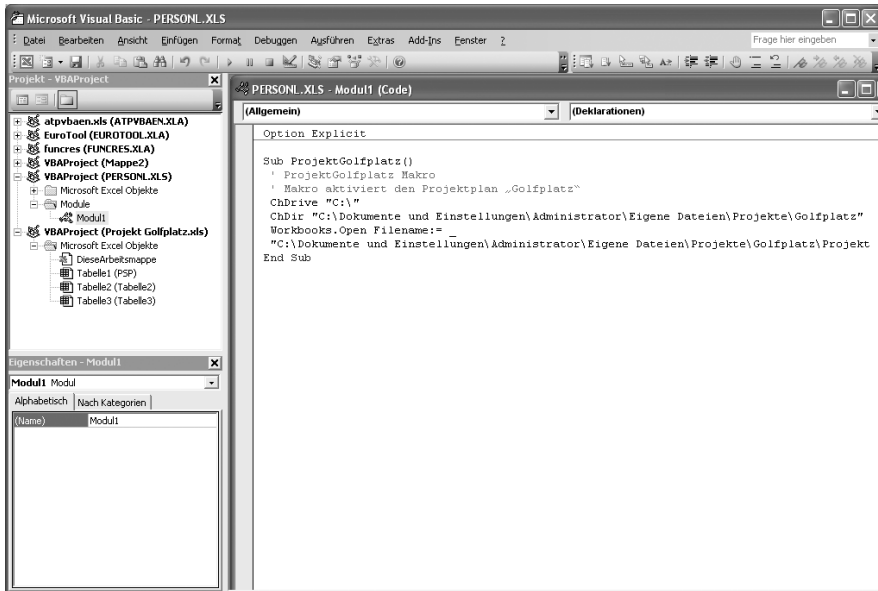

Abbildung 5.27 Das Projektstart-Makro in der persönlichen Arbeitsmappe
- ❹ Öffnen Sie mit DATEI/ÖFFNEN die Arbeitsmappe *Projekt Golfplatz.xls*.
- ❺ Klicken Sie auf das Symbol *Aufzeichnung beenden* oder wählen Sie EXTRAS/MAKRO/AUFZEICHNUNG BEENDEN.
- ❻ Drücken Sie **[Alt] + [F11]** für den Visual Basic Editor.
- ❼ Im Projekt-Explorer links oben finden Sie die persönliche Arbeitsmappe, klicken Sie doppelt auf *Module* und *Modul1*.
- ❽ Das Makro wird im Arbeitsbereich angezeigt, überprüfen und ändern Sie es ggf. (siehe Abbildung 5.27).